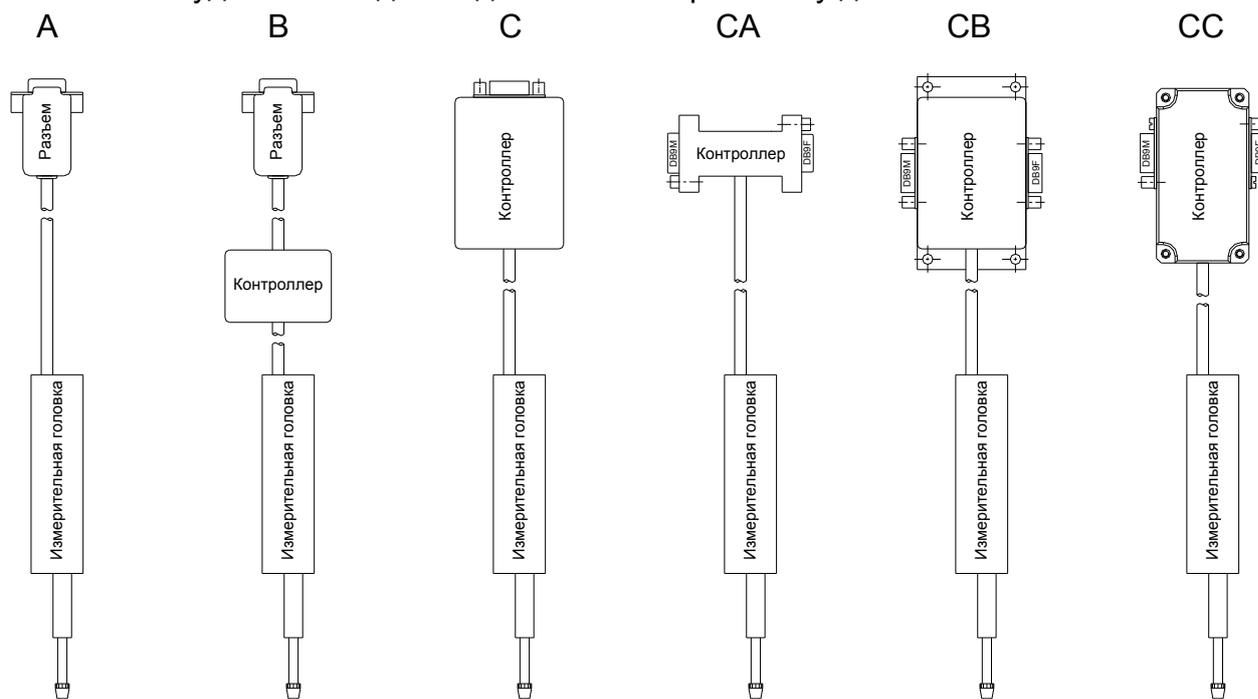

Рис. 1
5.2 Варианты компоновки задаются буквами, которые поясняются на Рис. 1, ниже следует их подробное описание.
6.2 Базовой моделью является RF205, это единственная модель, обеспечивающая вариант компоновки А (смотри Рис. 1), модель RF204 специализирована для случая, когда необходимо минимизировать поперечное сечение измерительной головки, а RF206 для минимизации длины.